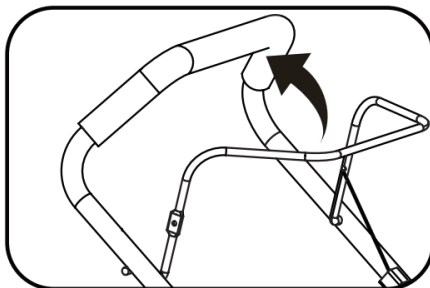

Рис. 11
Открутите крышку топливного бака (рис. 11). Залейте в бак топливо, не доливая минимум 1 см от нижнего края заливной горловины. Заливать топливо в бак необходимо через воронку, или из специальной канистры с удлиненной горловиной. После дозаправки надежно закрутите крышку топливного бака.
- 3.левой рукой нажмите и удерживайте рычаг останова двигателя (рис. 11).